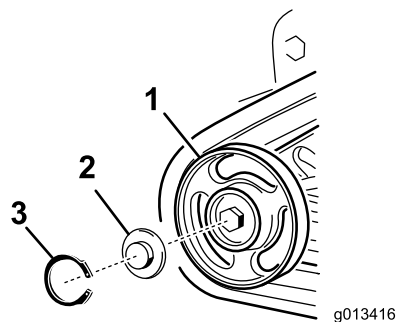

Bild 46
4. Nehmen Sie den Sprengring und die Kappe vom Straßensrad ab (Bild 46).
5. Prüfen Sie das Schmiermittel unter der Kappe und um die Dichtung (Bild 46). Wenn es schmutzig, körnig oder verbraucht ist, entfernen Sie das gesamte Schmiermittel, wechseln Sie die Dichtung aus und fügen Sie neues Schmiermittel hinzu.
7. Setzen Sie die eingefettete Straßensradkappe auf den Schraubenkopf (Bild 46).
8. Befestigen Sie die Straßensradkappe mit dem Sprengring (Bild 46).